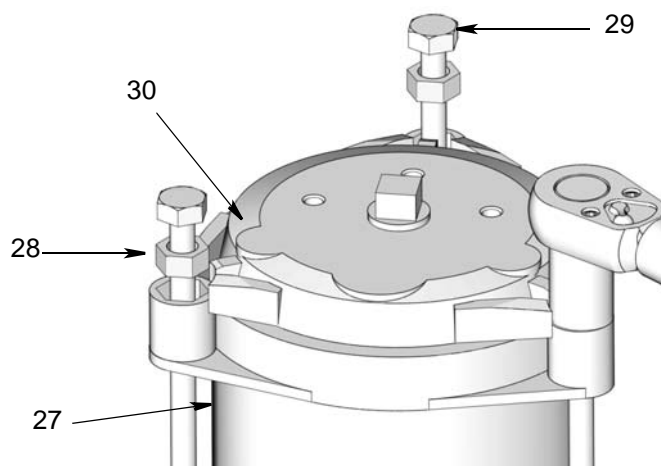

Рис. 13
8. Соберите выдавленную консистентную смазку в ведро или контейнер для отходов. Для надлежащей утилизации утилизируйте консистентную смазку в соответствии со всеми правовыми нормами. Установите обратно заправочный шток (35) и колпачок (34).
9. Крышка (30) нагружена пружиной. Используйте свою руку для приложения давления на крышку. Одновременно, используйте гаечный ключ для ослабления затяжки и извлечения стяжных стержней (29). Ослабляйте затяжку стержней крест-накрест, соблюдая осторожность с постепенным ослаблением затяжки каждого стержня до тех пор, пока все стержни не будут полностью освобождены. Извлеките стяжные стержни (29) и распорные детали (28). См. Рис. 13.
10. Снимите крышку (30) и извлеките пружину (25) из резервуара (27) (Рис. 13).